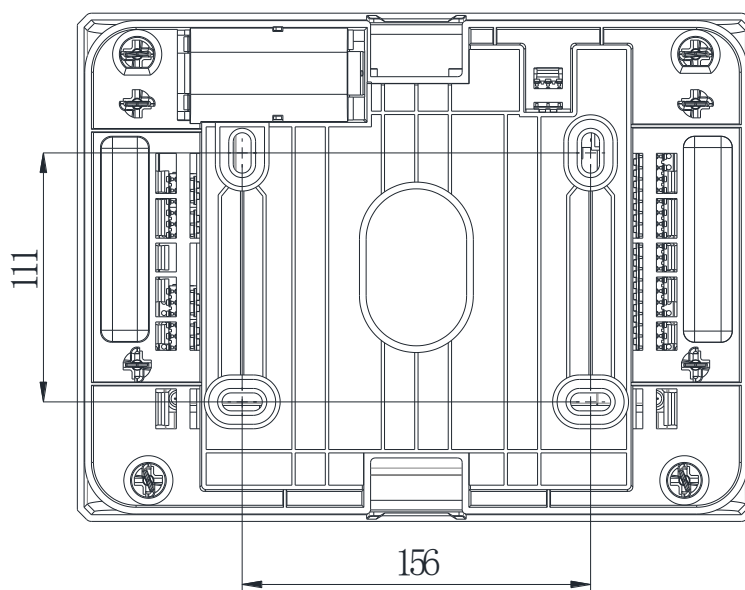

图 2 安装尺寸图
- 布线施工后，使用膨胀螺栓将数据采集装置底座固定在墙上。安装孔距如图 2 所示。单位：mm